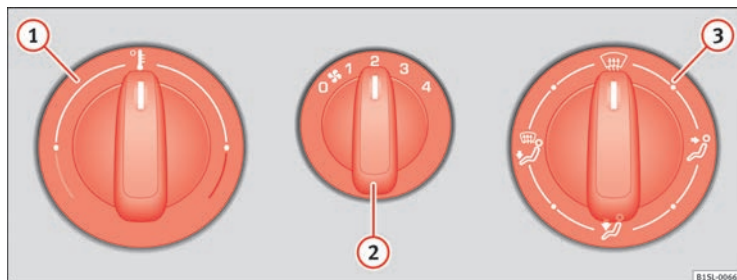
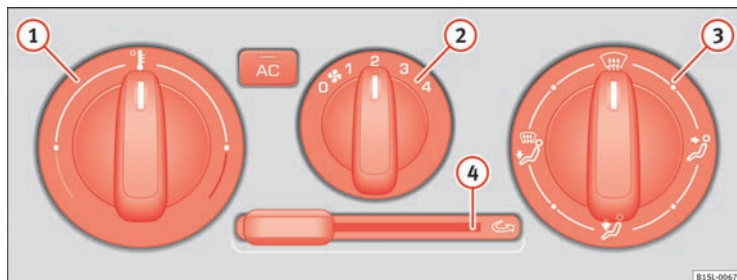

Fig. 98 Na consola central: Regulador rotativo do sistema de aquecimento e renovação do ar.
Fig. 99 Na consola central: Comandos do ar condicionado.
Botão, regulador	Informação complementar. Sistema de aquecimento e renovação do ar ⇒ Fig. 98 e ar condicionado ⇒ Fig. 99.
- Ajuste o ventilador ⇒ Fig. 98 ② no nível 1 ou 2.
- Posicione o regulador da temperatura ⇒ Fig. 98 ① na posição central.
- Rode o regulador da distribuição de ar ⇒ Fig. 98 ③ para a posição de desembaciamento.
Ligar: Desloque o regulador deslizante ⇒ Fig. 99 (4) para a direita até ao limite.
Desligar: Desloque o regulador deslizante ⇒ Fig. 99 (4) para a esquerda até ao limite. ▶